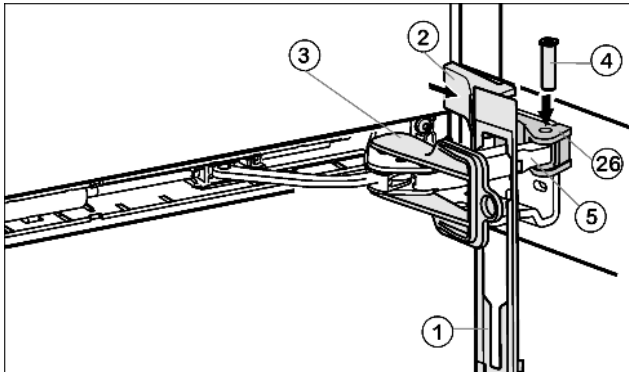

Fig. 11
- ▶ Навесьте накладку Fig. 11 (1) на амортизационную скобу таким образом, чтобы передние защелки показывали вперед, а передняя сторона была направлена к устройству.
- ▶ Притяните амортизационную скобу Fig. 11 (5) к опорной детали Fig. 11 (26) и сверху снова вставьте палец Fig. 11 (4) таким образом, чтобы квадратная головка сидела в углублении.
- ▶ Установите и защелкните крышку Fig. 11 (2).
- ▶ Выкрутите фиксатор Fig. 11 (3).
- ▶ Надвиньте и защелкните накладку Fig. 11 (1) на дверце.